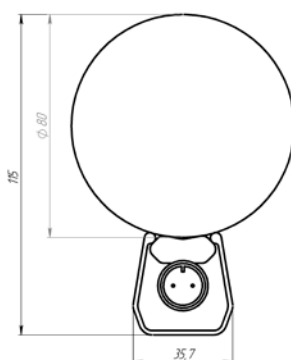

Рис. 1
2.3 Габаритные, установочные размеры и крепежные элементы представлены на рис.1